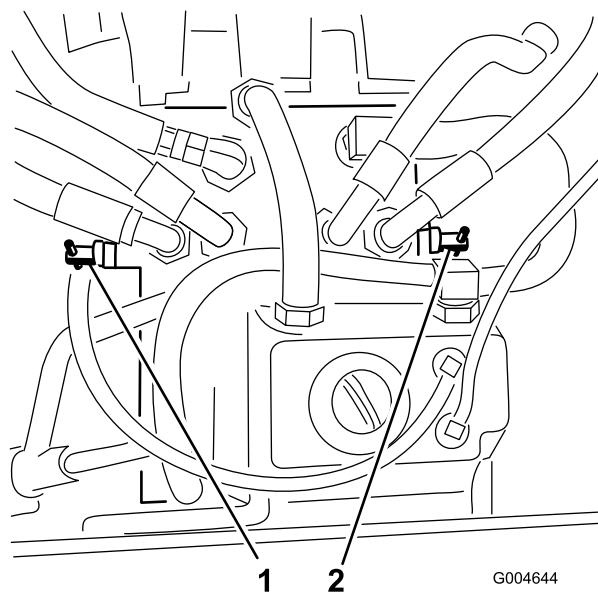

Figure 33
4. Tournez chaque vanne de dérivation d'un tour dans le sens horaire pour débloquer et dans le sens antihoraire pour réinitialiser le système (Figure 33).